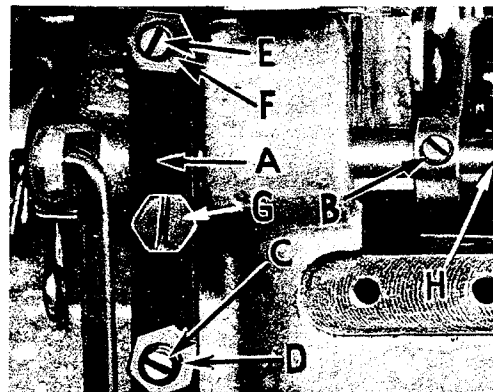

Fig. 16
Befestige den Drückfuß an seinem Arm, schwinde den Arm beim Höchststand der Nadel ein und sichere den Arm in seiner rechtsseitigen Endstellung. Wenn nötig, kann der Drückfuß nach dem Stichlochschlitz der Stichplatte neu ausgerichtet werden, und zwar durch Verschieben der Drückfuß-Schwingwelle (H, Fig. 16). Um die Welle zu bewegen, löse die Schraube (B, Fig. 16) am Stelling (G) und die Klemmschraube (G). Dann schiebe die Drückfuß-Schwingwelle je nach Bedarf nach links oder rechts. Ziehe die Stellringschraube und die Klemmschraube wieder an.
Hebel (A, Fig. 16) und der Stelling (B) sichern diese Achse seitlich. Achte darauf, daß der Drückfußarm sich nicht verklemmt oder in die Höhe geht, wenn der Druck weggenommen ist. Um den Nadelschlitz am Drückfuß mit dem Stichloch der Stichplatte in Übereinstimmung zu bringen, löse die Drückfuß-Gelenkschraube.
Stelle die Hub-Begrenzschaube (C, Fig. 16) so ein, daß der Fuß nicht weiter angehoben werden kann als es der Obergreifer zuläßt. Hierauf ziehe die Sicherungsmutter (D) fest an. Der Drückfuß-Lifterhebel soll etwa $1/16''$ bis $1/8'' = 1,6 \text{ mm}$ bis $3,2 \text{ mm}$ freien Weg haben bevor der Drückfuß angehoben wird. Diese Einstellung wird mit der Schraube (E) vorgenommen und durch die Mutter (F) gesichert. Zum Schluß montiere das Stoffablaufblech, den Stoffanschlag und die Scharnierplatte.
Assemble the presser foot to presser arm. With needle in high position, swing presser arm into sewing position and set the presser foot to align needle holes (front and back) and flat on throat plate. The front edge of needle hole in presser foot must be aligned with front edge of needle hole in throat plate. It is also important that the bottom of the presser foot be flat on the throat plate. If necessary, presser foot can be realigned with throat plate slots by shifting the foot lifter lever shaft (H, Fig. 16). To move the shaft, loosen collar screws (B, Fig. 16) and clamp screw (G) and then shift the foot lifter lever shaft to the left or right as required. Retighten collar screws and clamp screw.
The foot lifter lever arm (A, Fig. 16) and the collar (B) secure the shaft. Be sure the presser arm does not bind and rise when presser foot release bushing is unlocked.
Adjust lifter lever stop screw (C, Fig. 16), so that presser foot can be raised no higher than upper looper will permit; then lock the nut (D). There should be from $1/16''$ to $1/8'' = 1,6 \text{ mm}$ to $3,2 \text{ mm}$ free motion of foot lifter lever before the presser foot begins to rise. This adjustment should be made with screw (E) and locked with nut (F). Re-assemble the chip guard, fabric guard and cloth plate. To assemble chip guard, turn handwheel until upper knife assembly reaches its highest position.